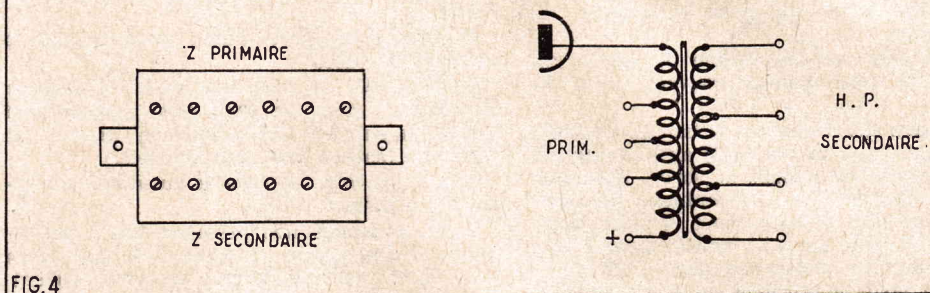

FIG. 4
FIG. 4. — Un tube EL84 peut fonctionner avec une impédance primaire-plaque (Z) assez élastique : 5 000 à 8 000 ohms, donc avec un rapport (X) $\sqrt{\frac{z}{Z}}$ = x qui n'est pas critique si l'on se tient dans des valeurs d'utilisation normale.
Nous avons ensuite acheté un bon transfo de modulation (fig. 4). Pour son rapport de transformation reportez-vous au numéro 167, page 52 (3^e colonne) de « Radio-Plans », légende figure 4.